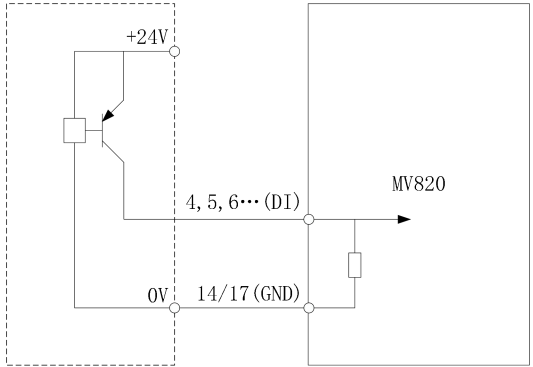

图 4-17 使用外部电源的 PNP 连接方式
③ 使用外部电源，外部控制器为 PNP 型的共发射极输出，接线方式如图 4-17 所示。